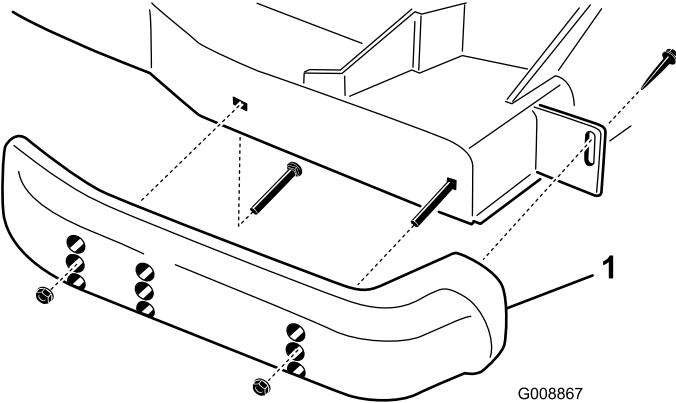

Figura 30
- Afloje el tornillo situado en la parte delantera de cada patín (Figura 30).
- Retire los pernos con arandela prensada y las tuercas de cada patín (Figura 30).